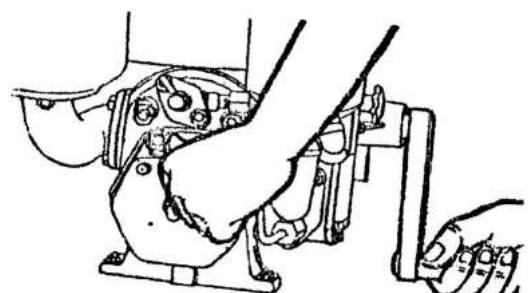

рис.3
2. Переведите рычаг декомпрессии левой рукой и держите его, чтобы ввести в действие декомпрессионное устройство. Запустите двигатель, поворачивая правой рукой рукоятку запуска двигателя. Если двигатель начинает «кашлять», ускорьте вращение рукоятки и внезапно отпустите рычаг декомпрессии, продолжая при этом усиленно вращать рукоятку запуска двигателя. После этого двигатель запустится, и будет работать самостоятельно (Рис.3).